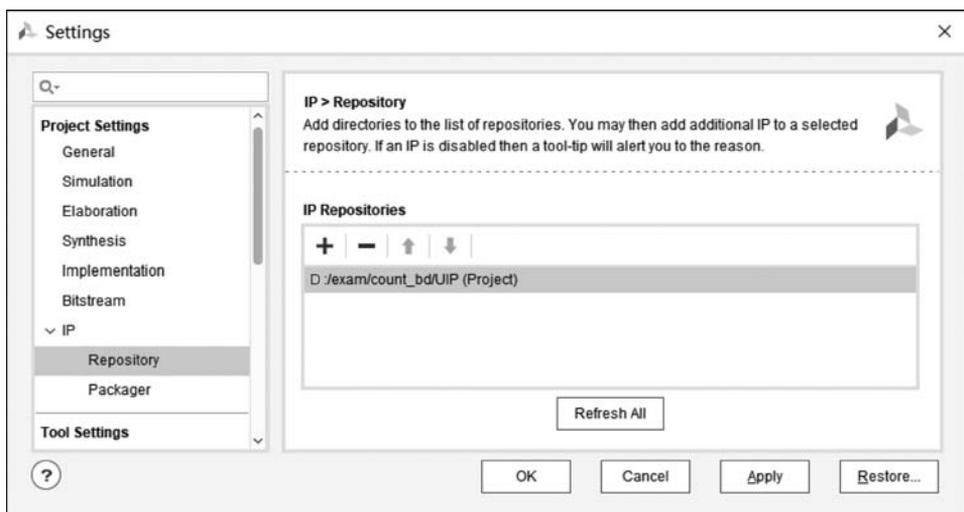

图 3.54 指定 IP 库
(3) 如图 3.54 所示,D:/exam/count\_bd/UIP 文件夹已出现在 IP Repositories 下,单击 Apply 按钮,再单击 OK 按钮。